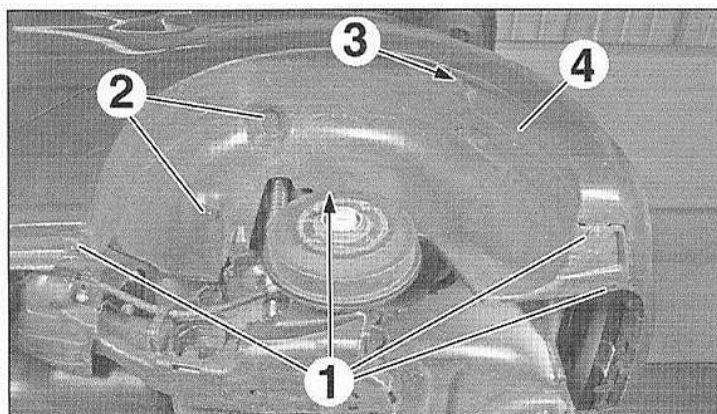
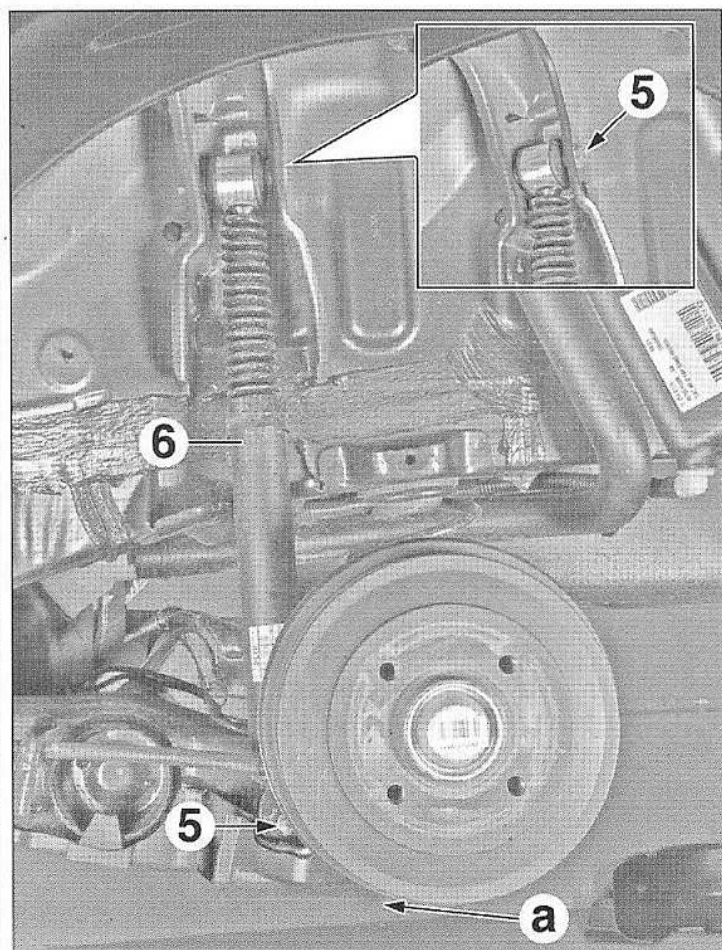

FIG.45
FIG.46
- les agrafes (1) (Fig.45),
- les écrous (2),
- la vis (3),
- le pare-boue (4).
- Mettre en place un outil de levage sous l'essieu en (a) et comprimer légèrement l'essieu arrière (Fig.46).
- les vis (5),
- l'amortisseur (6).